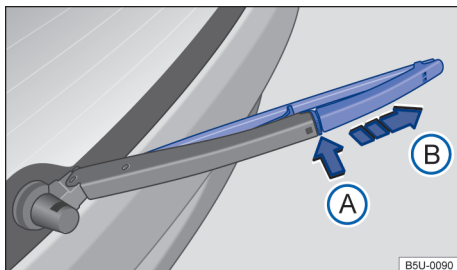

Fig. 107 Substituir a palheta do limpador do vidro traseiro.
- Manter a tecla de destravamento → Fig. 107 ① pressionada e, ao mesmo tempo, retirar a palheta dos limpadores do para-brisa no sentido da seta.
- Retirar a palheta do limpador do vidro traseiro no sentido da seta ②.